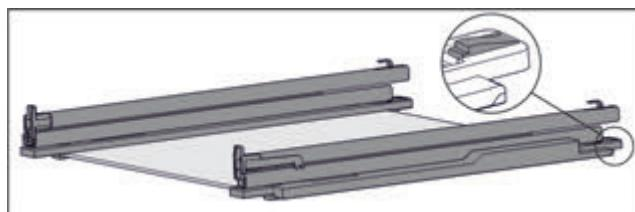

Fig. 95 Скляна пластина з рейками та деталями для підтримки
- Деталь для підтримки натиснути вниз (див. Fig. 95) і одночасно посунути рейку назад.